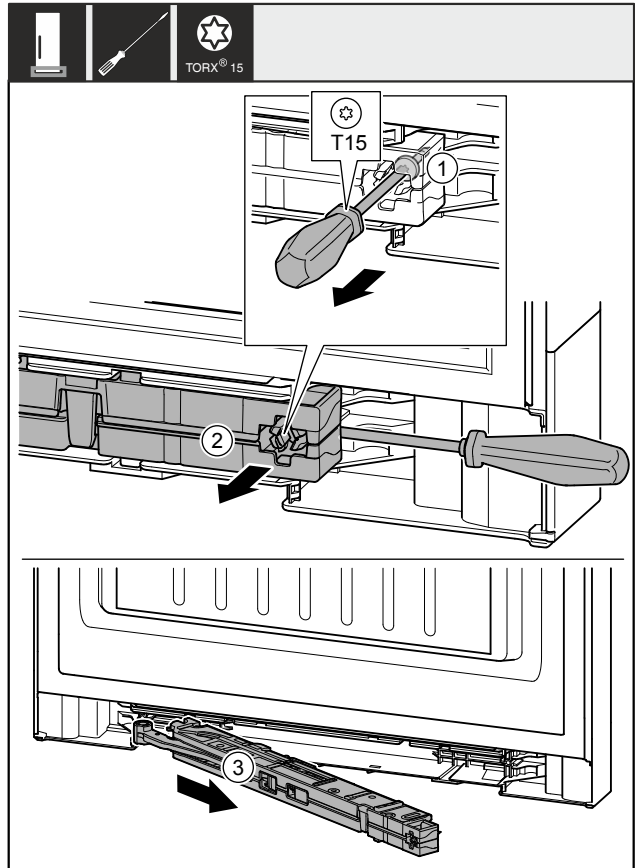

Fig. 11
- Desfaceți șurubul Fig. 11 (1) aprox. 14 mm de la unitatea amortizorului de închidere cu șurubelnița.
- Desprindeți cu o pârghie unitatea amortizorului de închidere Fig. 11 (2) de pe partea mânerului cu șurubelnița spre înainte.
- Extrageți unitatea amortizorului de închidere Fig. 11 (3).